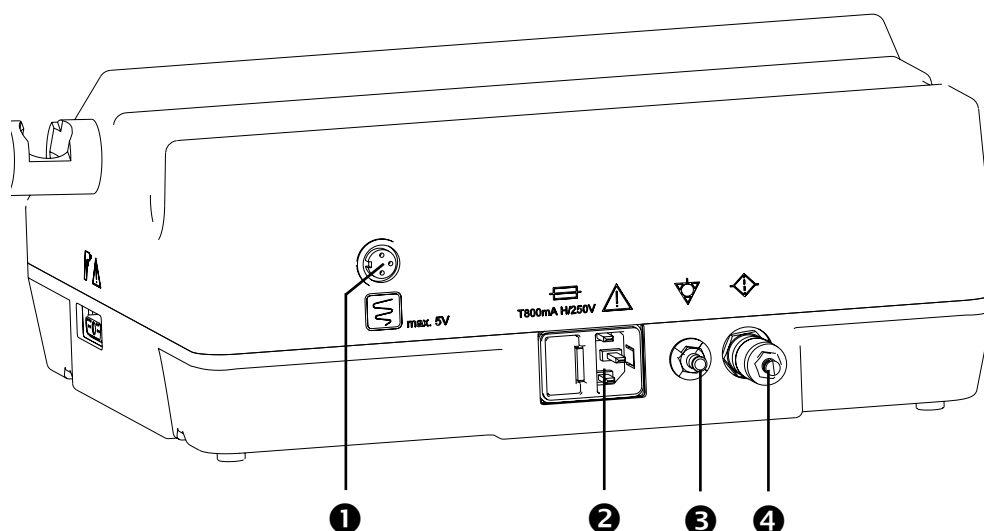

Fig. 2. Vista trasera
- Conecte el cable a la base de enchufe (❷, fig. 2).
- Para conectar un ENG (nistagmógrafo eléctrico) o CNG (nistagmógrafo electrónico) a la salida (❶, fig. 2), deben utilizarse únicamente registradores autorizados por ATMOS. ATMOS le facilita el cable de conexión (ver punto 8.0).
- Conexión para equipotencial (❸, fig. 2). ATMOS le facilita el cable de conexión (ver punto 8.0).